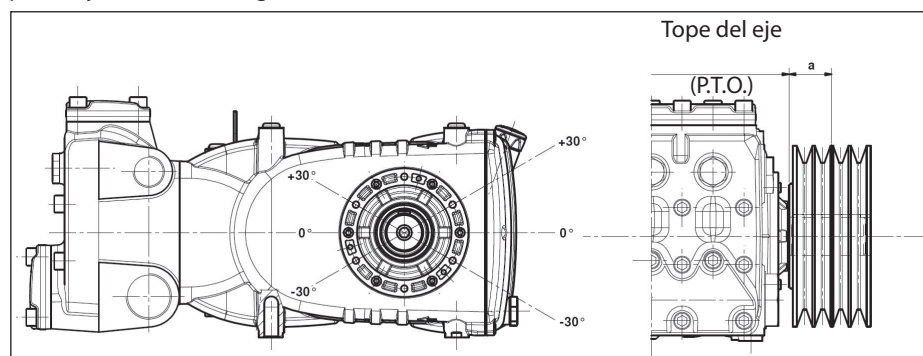

Fig. 10
La carga radial sobre el eje no debe ser superior a 7500 N (valor necesario para definir el Layout). La transmisión es considerada adecuada si tal carga es aplicada a una distancia máxima $a=40\text{ mm}$ del tope del eje (P.T.O) como se indica en la Fig. 10.
- b) Utilizar correas de alto rendimiento –por ejemplo **XPB** en lugar de **SPB**– ya que resultará necesario una cantidad inferior de correas en paridad de potencia transmitida y una consecuente distancia inferior de la resultante con respecto al tope del eje (P.T.O.) “a” de Fig. 10.